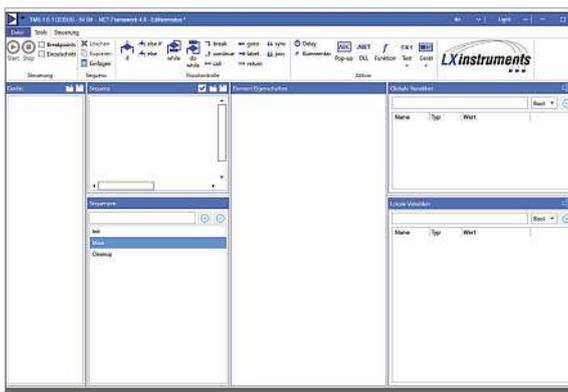

Bild 1: In der Toolbar des Editiermodus sind alle Elemente enthalten, die zur Programmierung von Testplänen notwendig sind.
- Der Operatormodus ist eine vereinfachte Ansicht zum Öffnen und Starten von Testplänen. Hier können Produktname und Seriennummer sowie alle für den Testablauf notwendige Variablen eingegeben werden. Über eine Produktdatenbank werden die hinterlegten Produktnamen dem zugehörigen Testplan zugeordnet und automatisch geladen (Bild 1).